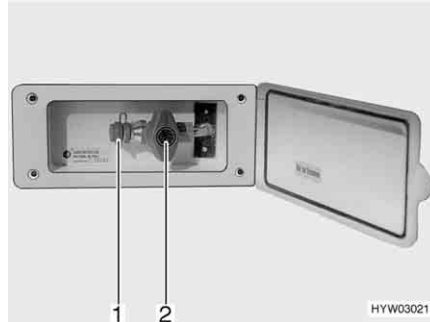

Bild 142 Extern gasanslutning, gasavstängningsventilen stängd
Den externa gasanslutningen (Bild 142) befinner sig, beroende på modell, på fordonets bakdel eller på fordonets vänstra resp. högra sida.
- Anslut den externa gasapparaten till anslutningar (Bild 142,1).
- Öppna gasavstängningsventilen (Bild 142,2).